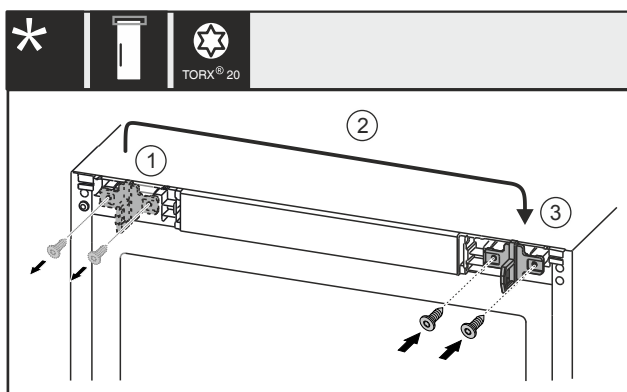

Fig. 25 Con candado eléctrico*
- ▶ Desatornille los tornillos Fig. 25 (1) con un destornillador.*
- ▶ Mueva el gancho de cierre Fig. 25 (2) hacia el lado opuesto.*
- ▶ Coloque y apriete los tornillos Fig. 25 (3) con un destornillador.*